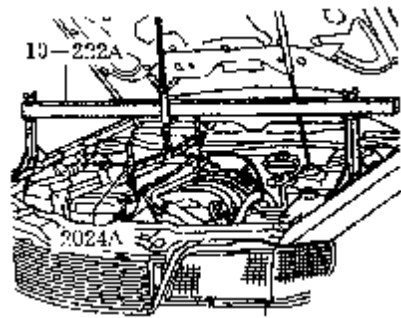

图 4-124 安装支撑杆
(9) 如图 4-124 所示，将支撑杆 10-222A 置于两侧前翼板上。
(10) 从起吊装置 2024A 上拆下吊耳。将销子 1 装入起吊装置的中间孔，并用销紧销